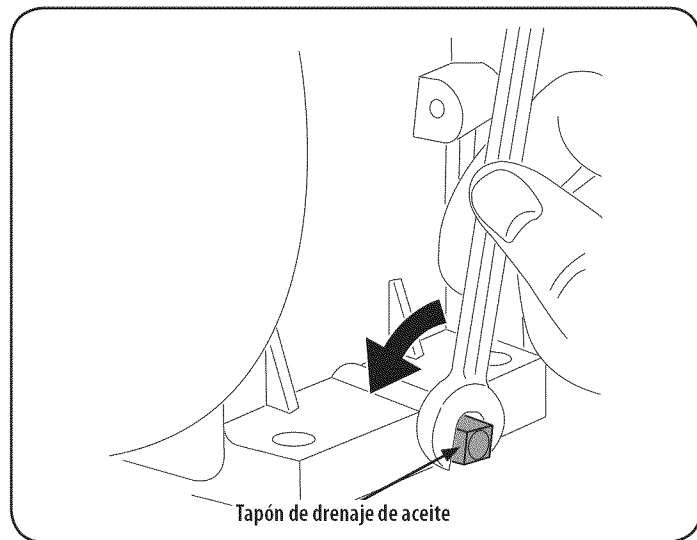

Figura 11
2. Retire el tapón de drenaje de aceite, Figura 11.